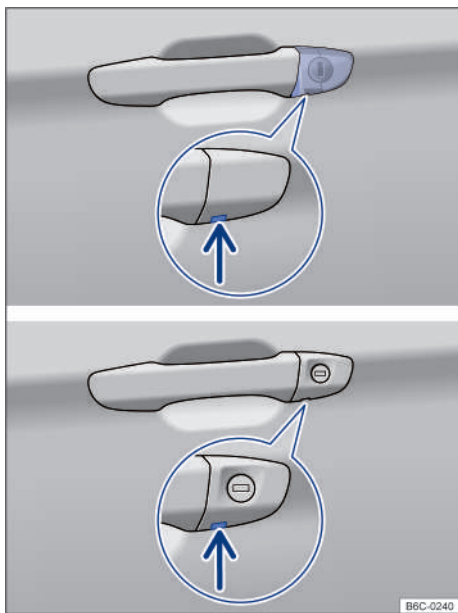

Fig. 52 Manilla de la puerta del conductor: bombín de la cerradura. >
- Colocar el paletón de la llave por abajo en el hueco de paso de la cubierta → fig. 52 (flecha).